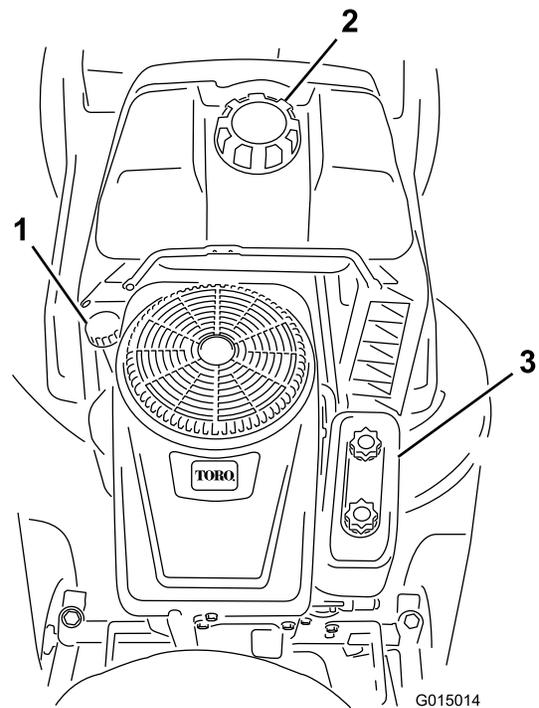

Figure 18
5. Nettoyez la surface autour de la jauge d'huile (Figure 18) pour éviter que des impuretés ne s'introduisent dans le goulot de remplissage, ce qui risquerait d'endommager le moteur.
9. Nettoyez la surface autour de la jauge d'huile (Figure 18) pour éviter que des impuretés ne s'introduisent dans le goulot de remplissage, ce qui risquerait d'endommager le moteur.
7. Dévissez la jauge d'huile et versez lentement environ 80 % de la quantité d'huile spécifiée dans l'orifice de remplissage (Figure 18).